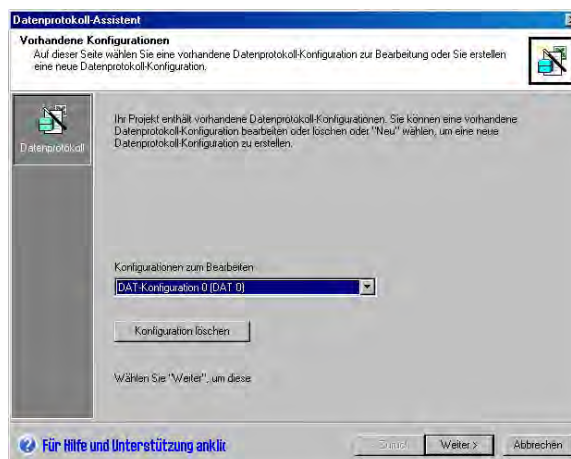

Bild 14-4 Bearbeiten von vorhandenen Data log-Konfigurationen
1. Öffnen Sie das aufklappbare Listenfeld "Konfiguration" und wählen Sie eine vorhandene Data log-Konfiguration aus (siehe Bild 14-4).